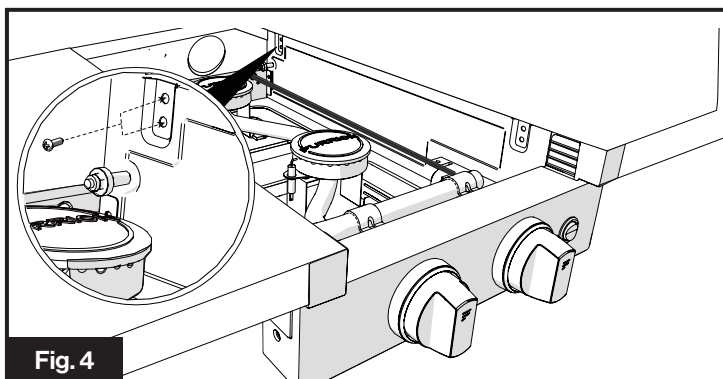

Fig. 4
- Fije la estufa al gabinete en los lados izquierdo y derecho usando cuatro tornillos autorroscantes en ambos lados izquierdo y derecho (2 tornillos en cada lado). (Fig. 4)